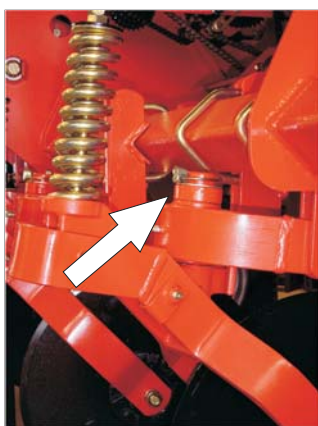
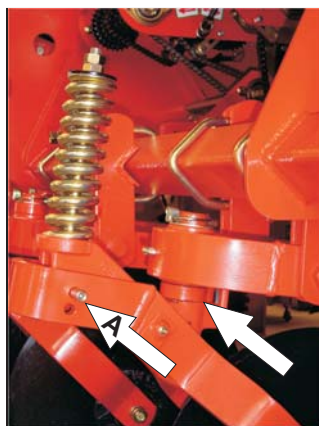
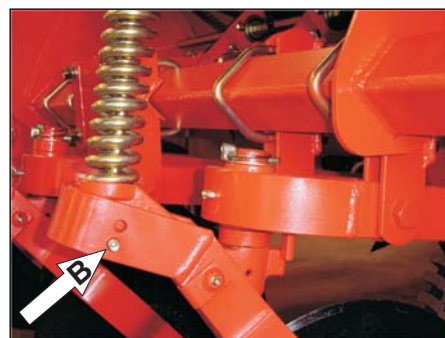

Fig. 11
Fig. 12
Fig. 13
A Segunda opção de regulagem é feita através da inversão da bucha da parte superior (Fig. 11) para a parte inferior (Fig. 12) do eixo suporte do disco, ganhando assim mais 2 cm na profundidade, e também mudando o pino (A) da (Fig. 12) para o furo (B) da (Fig. 13) aumentando assim mais 4cm na profundidade .